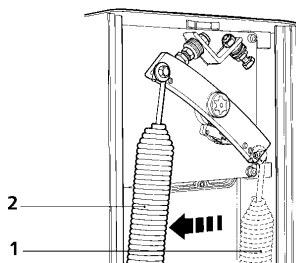

Рисунок 7.
- A)** Снять компенсационную пружину, деталь 1 рис. 7.
- B)** Закрепить компенсационную пружину слева снизу, деталь 2 рис. 7.